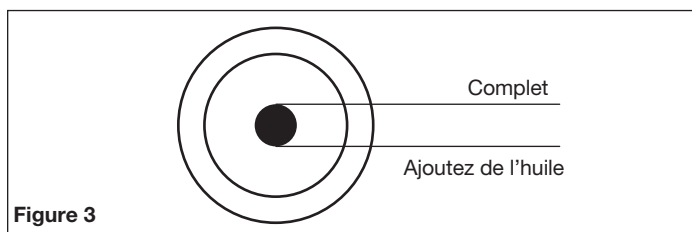

Figure 3
2. Retirez le bouchon de remplissage de la pompe et remplissez la pompe avec 14,1 oz. (416,98 ml) d'huile. Utilisez de l'huile pour compresseur d'air entièrement synthétique et non détergente. Les additifs dans l'huile ordinaire peuvent provoquer des dépôts sur les valves et réduire la durée de vie de la pompe. Pour les pompes équipées d'un verre de regard pour l'huile, le niveau d'huile peut être surveillé et maintenu comme indiqué sur la figure 3.